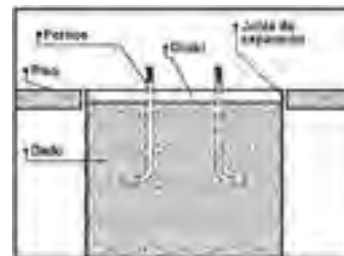

Fig. 3. Anclaje de barras y pernos
- Anclaje de pernos, barras, varillas y tornillos en concreto o roca (fig. 3 y 4)